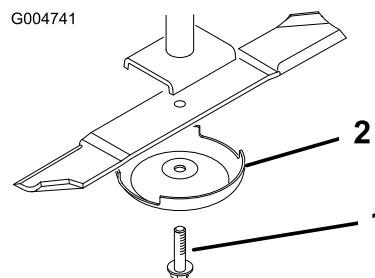

Figura 130
3. Retire o parafuso da lâmina, o recipiente antidanos e lâmina do eixo (Figura 130).